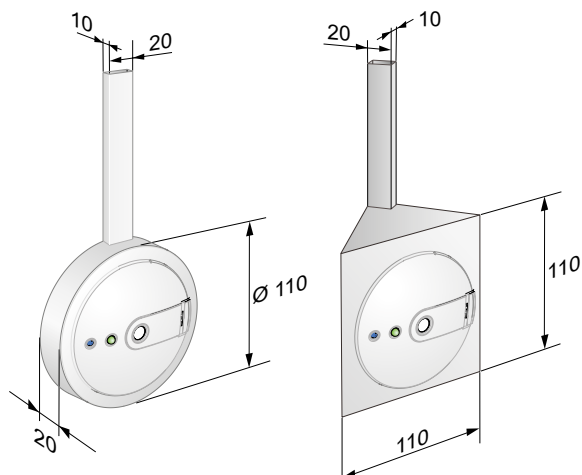

Figure 2. Detect SME, dimensions des modèles pour montage mural ou en angle. Pour les instructions d'installation, voir le guide d'installation.
- DETECT SME, détecteur de présence complet (figure 2), installé selon les instructions fournies.